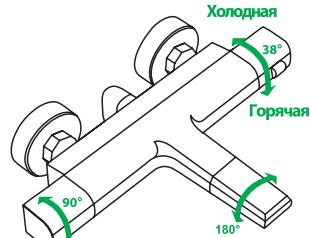

Рис. 2
- Ручка дивертора используется для включения/выключения смесителя, переключения воды из излива на ручную лейку и регулировки напора воды (см. рис. 2).